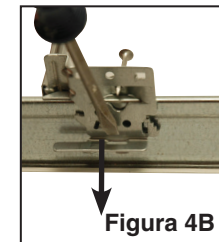

Figura 4B
6. Si se desea, doble la pestaña de quiebre en el pie de la barra colgante para quebrar. Esto puede prevenir interferencia con paneles de techo contiguos. (Figura 4B)